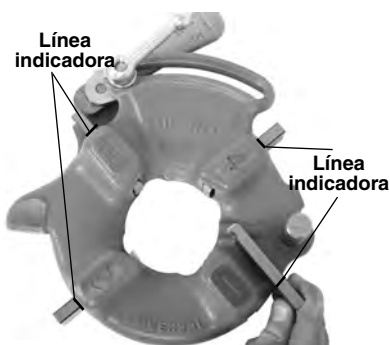

Figura 6 – Inserción de terrajas
(Figura 6).
6. Introduzca las terrajas apropiadas en el cabezal de terrajas, con el borde que lleva el número orientado hacia arriba, hasta que la línea indicadora esté al ras con el borde del cabezal (vea la Figura 6). Los números en las terrajas deben coincidir con los números en las ranuras del cabezal. Siempre cambie el juego completo de terrajas. No mezcle terrajas de distintos juegos.